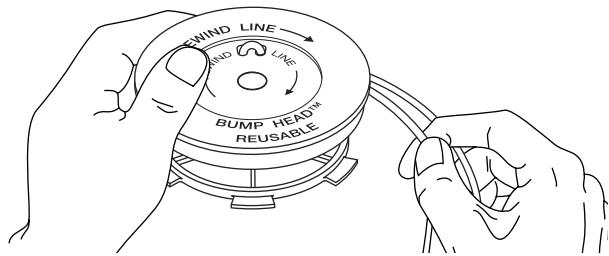

Fig. 20
7. Enroulez les fils en couches uniformes serrées sur le moulinet (Fig. 20). Enroulez le fil dans le sens indiqué sur le moulinet intégral. Placez votre index entre les deux fils pour les empêcher de se superposer. Ne superposez pas les extrémités du fil. Passez à l'étape 11.